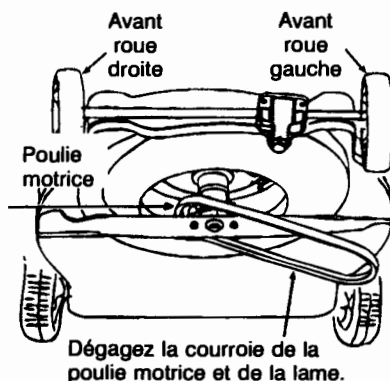

Figure 18
- Dégagez la courroie de la poulie motrice et de la lame. Voir la Figure 18.